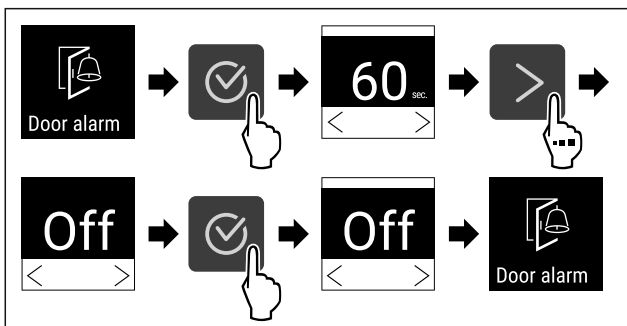

Fig. 122
- ▶ Провести етапи операцій (див. Fig. 122) .